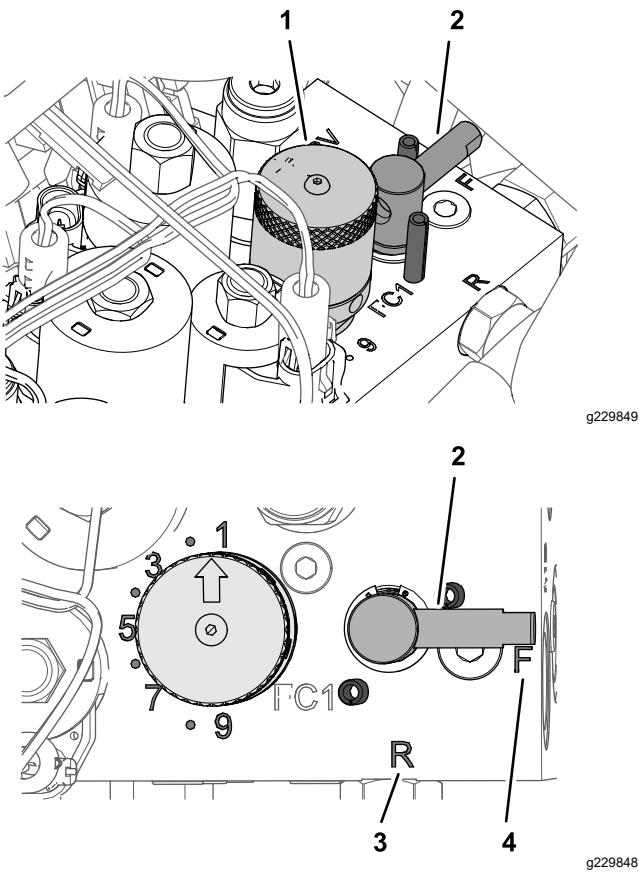

Figure 66
4. Tournez le levier de rodage à la position R (Figure 66).
5. Tournez le bouton de réglage de vitesse des cylindres à la position 1 (**Figure 66**).